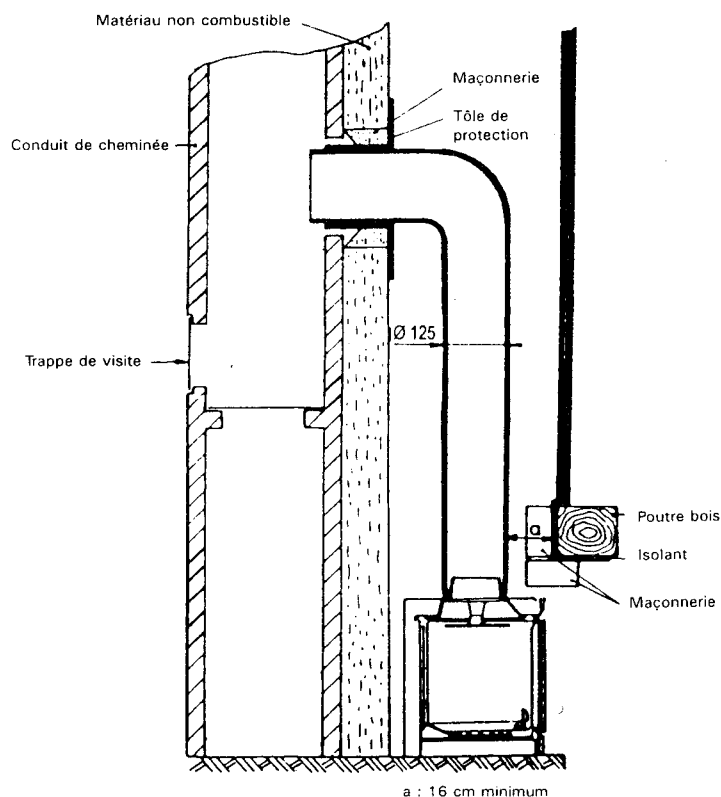

Fig. 4
b) Raccordement dans le mur (voir Fig. 4)